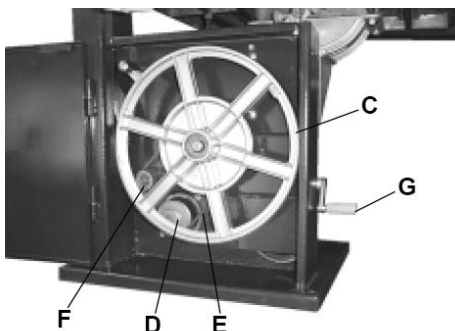

Рис. 24
#### Нижний шкив (С) Рис. 24
- Один шкив находится на промежуточной оси, а другой – на оси двигателя (D) (рис. 24).
- "V"-образный ремень (E) (Рис. 24) проходит через шкив на промежуточной оси, через шкив на оси двигателя и через плоский натяжной ролик (F) (Рис. 24).
- Натяжение ремня осуществляется с помощью рукоятки (G) (Рис. 24).